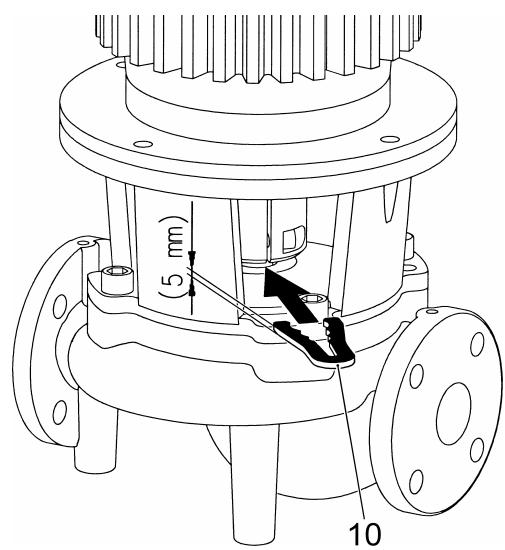

Рис. 8
10. Монтажная вилка, см. Рис. 8 (поставляется отдельно)
Монтажная вилка (рис. 8, поз. 10) необходима при проведении всех монтажных работ для установки правильного положения рабочего колеса в корпусе насоса!